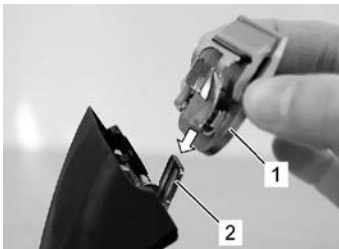

Fig. 14
6. Con la tosatrice accesa, inserisca la testina scelta nella cerniera del pettine e la ribalti con una leggera pressione (Fig. 14, 15, 16).